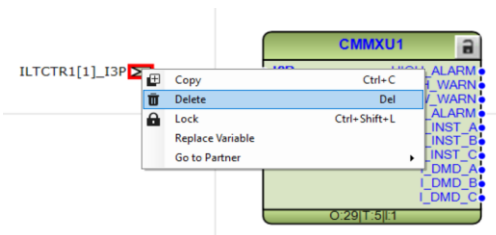

Imagen 372_Eliminación de variable en el puerto de entrada CMMXU1.
5.2.30 En la aplicación de valores vamos a eliminar la variable ubicada en la entrada “I3P” del bloque “CMMXU1” como se muestra en la **Imagen 372**.